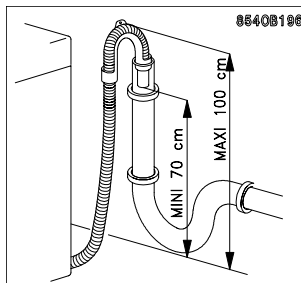

Fig.1
- **Dans un conduit de vidange (ou dans une dérivation de la vidange d'un lavabo)** dont la distance au sol doit être comprise entre 70 et 100 cm (fig.1).